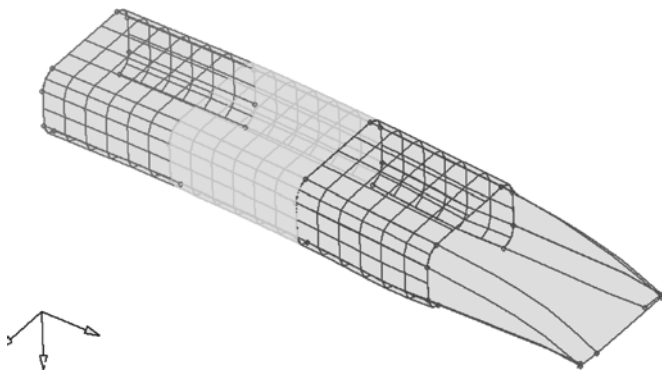

图 2-24 IGES 几何模型文件 bumper_end.iges
- (1) 通过标签域的 Import 面板，单击 Geometry (🌐) 按钮。
- (2) 在 File type 选项弹出的下拉菜单中选择 IGES 类型。
- (3) 单击“文件夹” (📁) 按钮，浏览选择文件 bumper_end.iges。
- (4) 单击 Import 按钮，将几何数据信息导入到模型中，如图 2-24 所示。